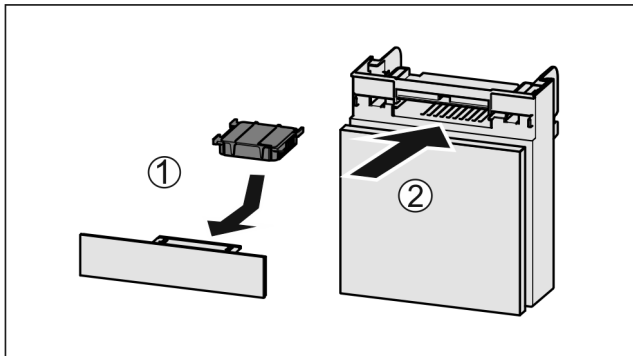

Fig. 160
- ▶ Ievietojiet aktīvās ogles filtru atbilstoši attēlam Fig. 160 (1).
- ▶ Iebīdīet nodalījumu Fig. 160 (2).